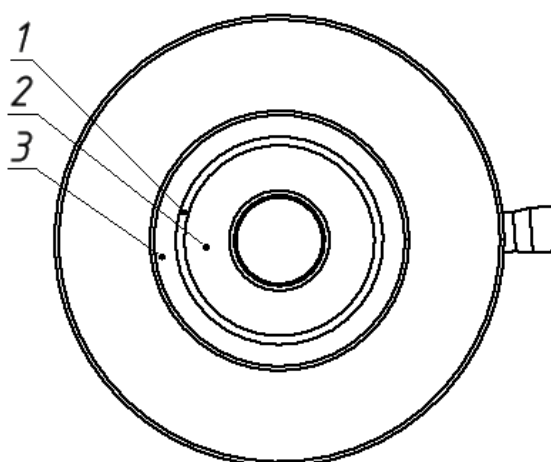

Рис.7.1.1. Источник ионов IS-52 вид сверху : анод - 1, центральный электрод - 2, периферийный электрод - 3.
7.1 Если измерение сопротивления между корпусом и анодом показало значение менее 1 МОм, то необходимо проверить состояние зазоров между анодом поз. 1 (рис.7.1.1) и электродами поз. 2,3 (рис. 7.1.1). В процессе эксплуатации устройства возможно скапливание металлических частиц в зазоры между анодом и электродами.